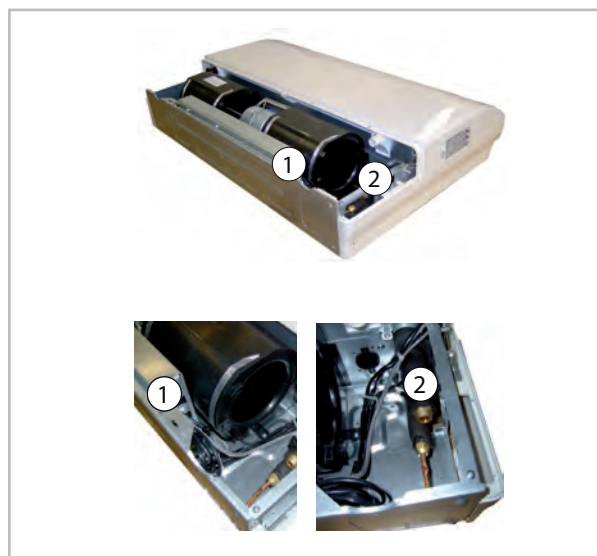

Abb. 39: Anschluss des Innengerätes
1. ➤ Die Anschlussklemmleiste befindet sich auf der rechten Innenseite des Gerätes (Abb. 39)